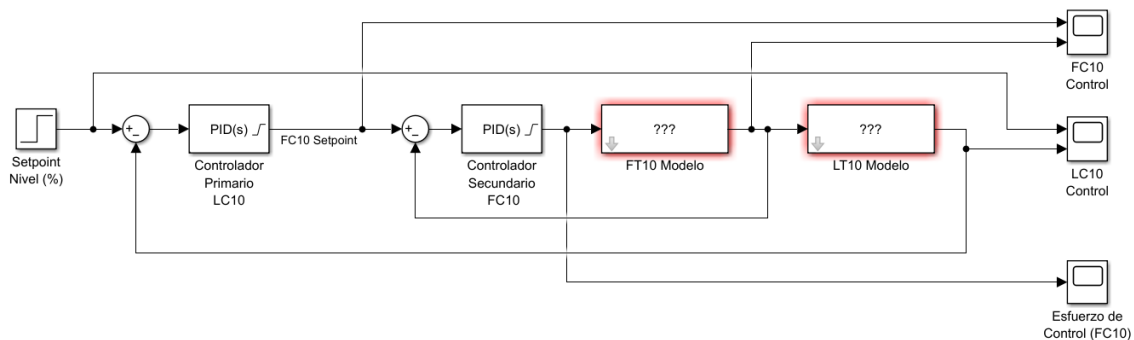

Figura 2: Diagrama de bloques en Simulink del control en cascada de nivel a flujo.
- 3) Simule un **control en cascada de nivel a flujo** para el nivel de agua del tanque **T-10** en **Simulink**, de modo que el diagrama de bloques tenga una estructura similar a la mostrada en la **Figura 2**. Para ello, realice lo siguiente: